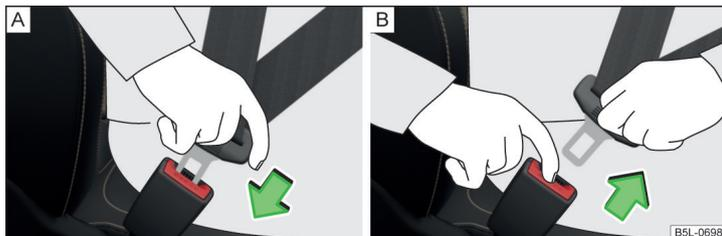

Fig. 18 Colocar y quitar el cinturón de seguridad
- Introduzca la lengüeta en el cierre correspondiente al asiento » **fig. 18** - [A] hasta que se oiga como encaja.
- Agarrar la lengüeta del cinturón y pulsar la tecla roja en el cierre del cinturón » **fig. 18** - [B], la lengüeta del cinturón saldrá disparada.